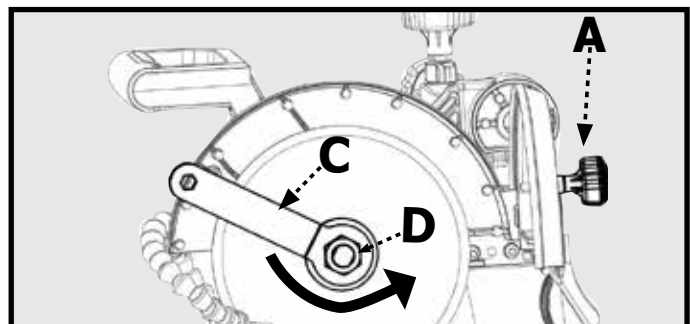

Figura 27
7. Coloque el disco nuevo en el husillo de forma tal que la flecha en el disco quede apuntando en la misma dirección que la flecha en la tapa del disco. (Consulte la Figura 27)